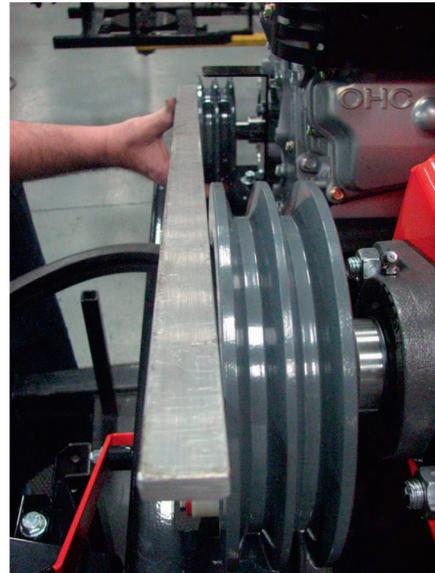

Рис. 5.7. Проверка центровки шкива
11. При помощи линейки выровняйте шкив с другим шкивом с допуском $\pm 1/6$ дюйма (1,6 мм). Имейте в виду, что шкив будет смещаться примерно на величину от 1/16 дюйма (1,6 мм) до 1/8 дюйма (3,2 мм) в направлении от вас по мере затяжки (см. рис. 5.7).
14. Проверьте центровку шкива. Лицевые поверхности шкивов должны находиться на одной линии. Если это не так, отрегулируйте их и повторите проверку центровки (см. рис. 5.7).